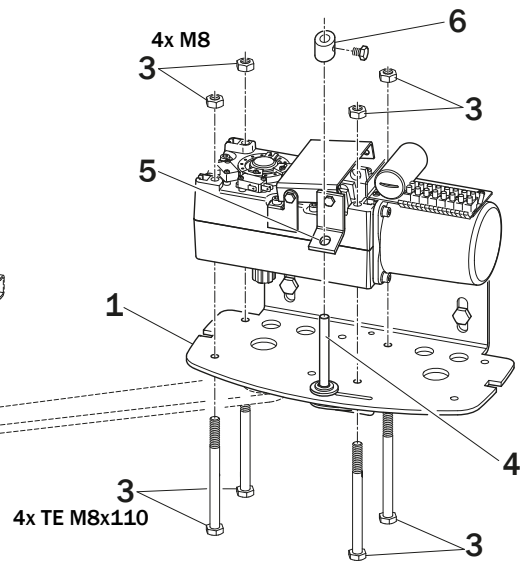
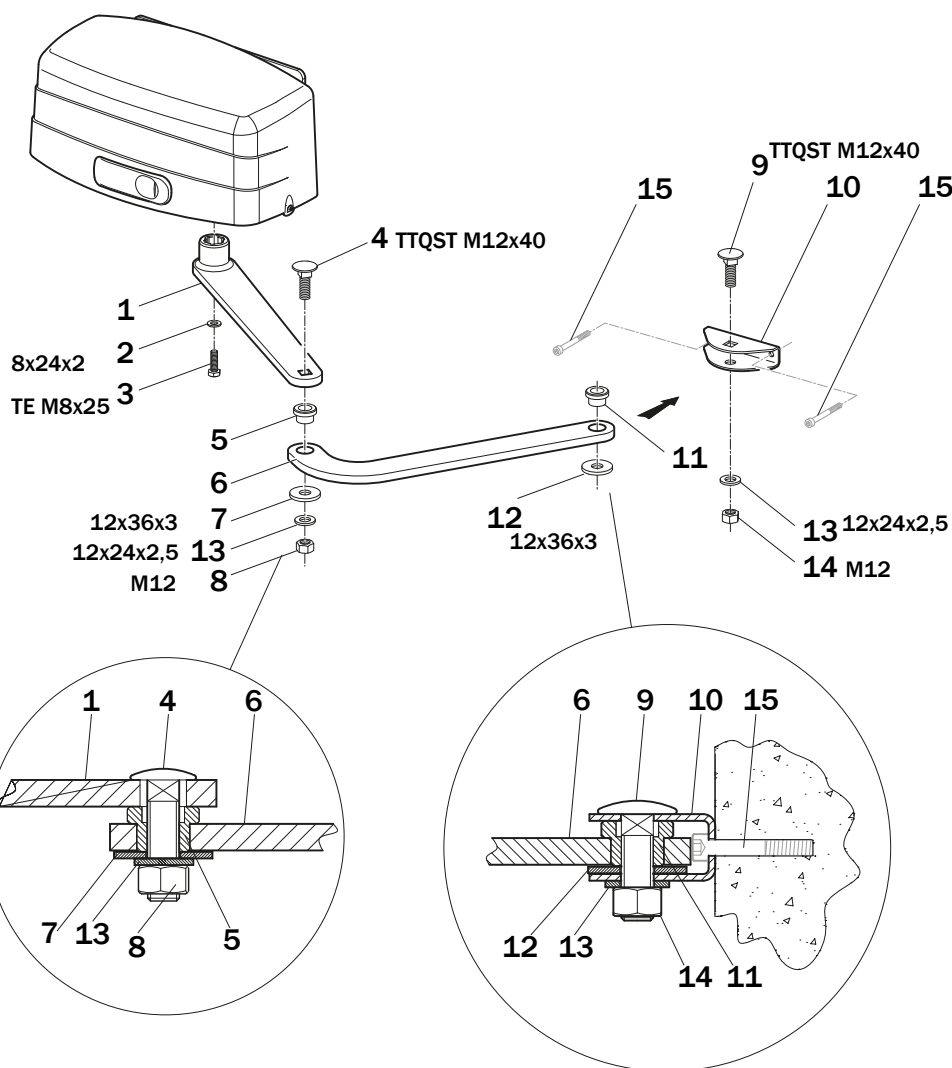

Fig. 1
Fig. 2
4. With the gate fully closed, assemble and install the jointed arms as shown in figure 2.
4. Bei komplett geschlossenem Tor die Gelenkarme wie in Abbildung 2 angegeben zusammenbauen und installieren.
4. À portail complètement fermé, assembler et installer les bras articulés comme indiqué en figure 2.
2. In base alla posizione di installazione del motore: destra (fig. 1) o sinistra (fig. 2) regolare i finecorsa come indicato di seguito.
2. Depending on which side the motor is installed on, (fig. 1) if installed on right or (fig. 2) if installed on left, adjust the limit switches as described as follows.
2. Je nach Installationsposition des Motors: rechts (fig. 1) oder links (fig. 2) die Endschalter wie nachstehend angegeben einstellen.
2. En fonction de la position d'installation du moteur : droite (fig. 1) ou gauche (fig. 2) régler les butées comme indiqué ci-après.
2. En función de la posición de montaje del motor: derecha (fig. 1) o izquierda (fig. 2) ajuste los finales de carrera, como se muestra a continuación.
2. Em base à posição de instalação do motor: direita (fig. 1) ou esquerda (fig. 2) ajuste os fins de curso conforme indicado a seguir.